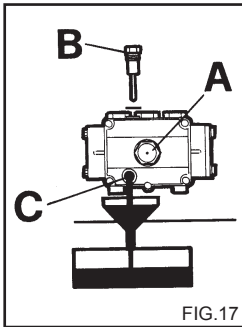

FIG.17
- 2) Den Deckel mit dem Kontrollstab (Fig.17) aufdrehen.